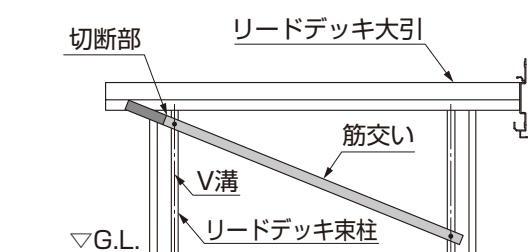

図9-2 側面側
- ①筋交いの取付位置を確認し、リードデッキ束柱からはみ出さないように切断してください。(図9-1、図9-2参照)